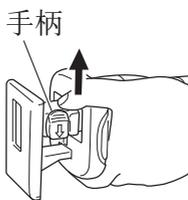

图 9
(4) 松开手柄时，弹簧的弹力会使手柄自动返回正确的位置。(图 9)